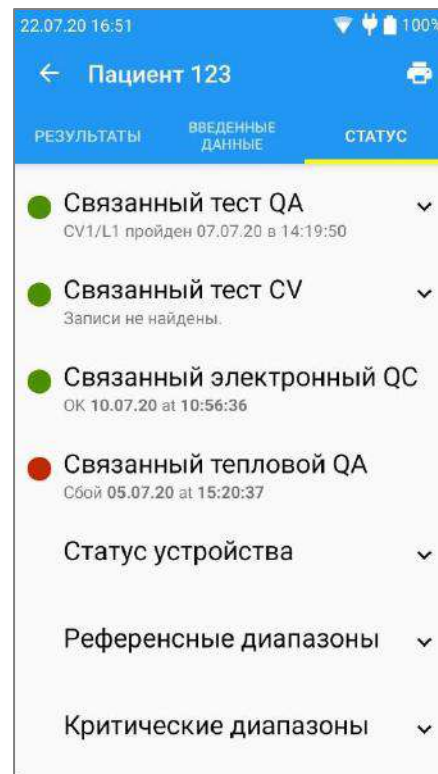

Рис. 60.
- Откройте вкладку **СТАТУС** (рис. 60), чтобы просмотреть статус QA во время выполнения анализа.